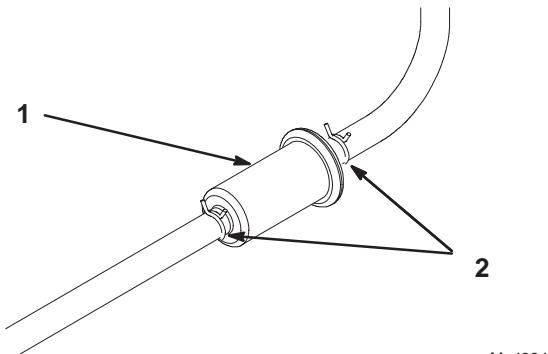

Figure 44
- Pincez les extrémités des colliers et faites glisser ceux-ci pour les éloigner du filtre (Fig. 44).